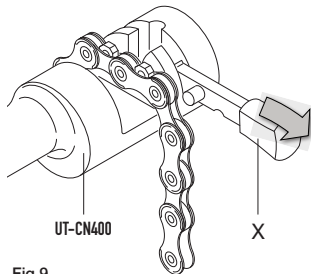

Fig.9
- Introduisez le maillon à refermer dans les logements prévus (Fig. 9).